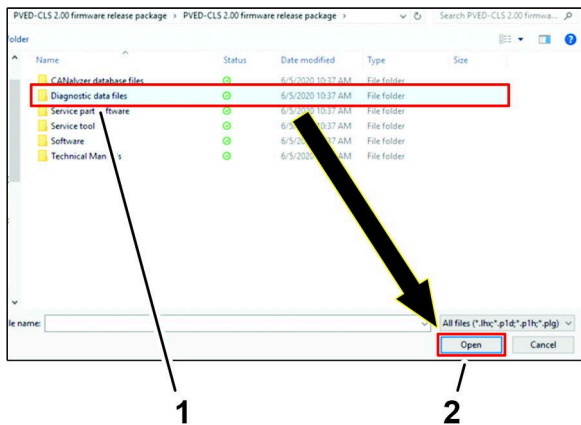

図 44
5. 診断データファイルフォルダをクリックし、開くアイコン (図 44) をクリックする。